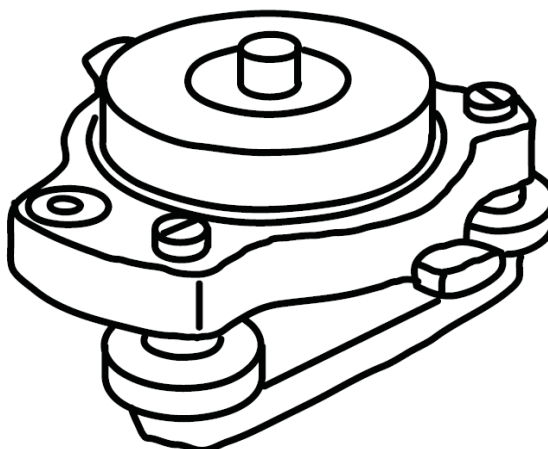

Рисунок 1-12. Стандартный трегер с адаптером
**Стандартный трегер и адаптер трегера** (p/n 22-006008-01 и p/n 22-006009-011) используются для нивелирования головки штатива и крепления к нему приемника или антенны (см. рис. 1-12)